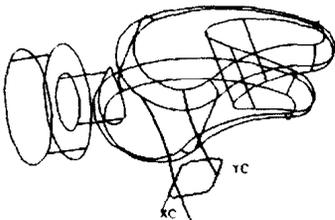

图 1-25 边角倒圆
(7) 利用 Basic Curves→Fillet→Simple Fillet 给矩形四个边角倒圆角,  $R=3.0\text{mm}$ , 结果如图 1-25 所示。